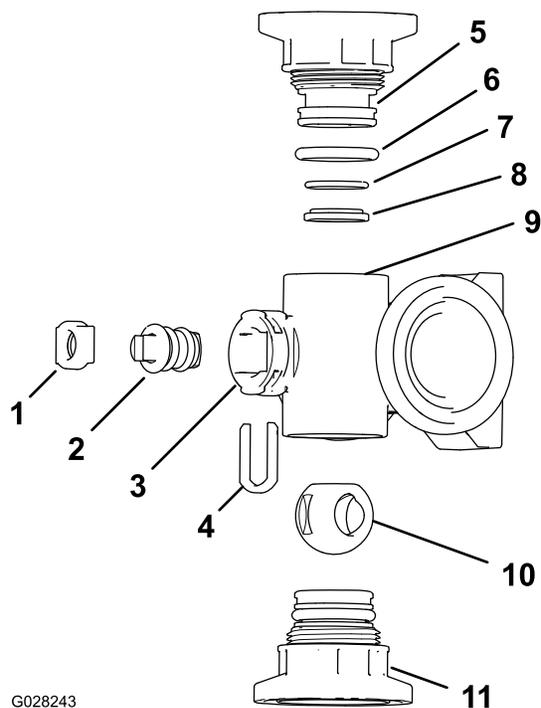
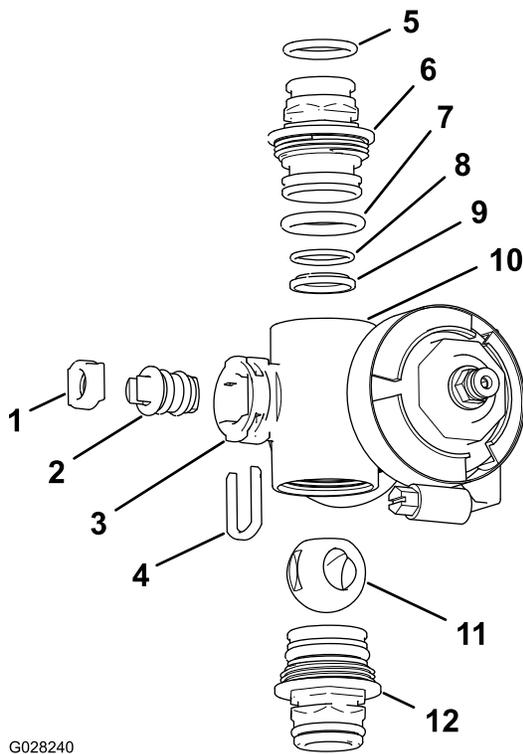

Figura 77
Figura 78
2. Retire o conjunto das duas uniões de cada extremidade do corpo do coletor (Figura 77 e Figura 78).
- Retire a fixação da haste das ranhuras na porta da haste no coletor (Figura 77 e Figura 78).
- Retire a fixação da haste e o encaixe da haste da válvula do coletor (Figura 77 e Figura 78).
- Do corpo do coletor, retire o conjunto da haste da válvula (Figura 77 e Figura 78).
- Verifique o estado dos anéis de retenção da união de saída (apenas coletor da válvula de secção), dos anéis de retenção do tampão, dos anéis de retenção de encaixe posterior, do encaixe da esfera para ver se há danos ou desgaste (Figura 77 e Figura 78).
- Aplique lubrificante de silicone na haste da válvula e insira-a no encaixe da haste da válvula (Figura 77 e Figura 78).
- Instale a haste da válvula e o encaixe no coletor e fixe a haste e o encaixe com a fixação da haste (Figura 77 e Figura 78).
- Certifique-se de que o anel de retenção de encaixe posterior e o encaixe da esfera estão alinhados e encaixados na união do tampão (Figura 77 e Figura 78)
- Instale o conjunto da união do tampão no corpo do coletor até a flange da união do tampão tocar no corpo do coletor (Figura 77 e Figura 78); depois rode a união do tampão mais 1/8 a 1/4 de volta.